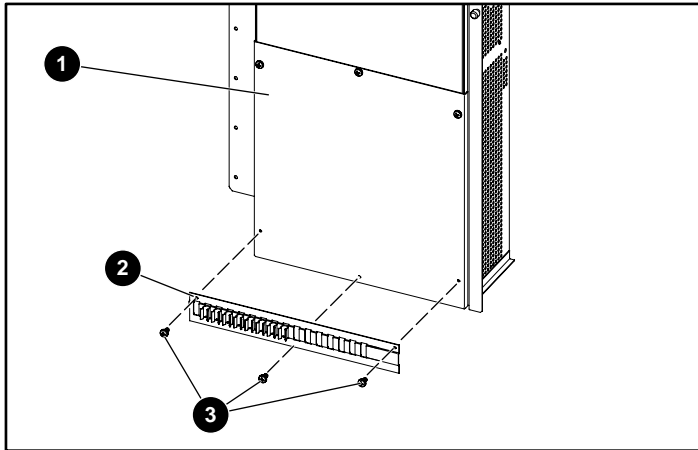

図16: 下側ケーブル クランプをインストールする
- ① ネジ
- ② 上側ケーブル クランプ
- 上側の3本のネジのみを使用して、電子ベイ カバーを取り付けます (図16を参照)。
4. 取り外してある3本のネジを使用して、下側ケーブル クランプを電子ベイ カバーに取り付けます (図16を参照)。